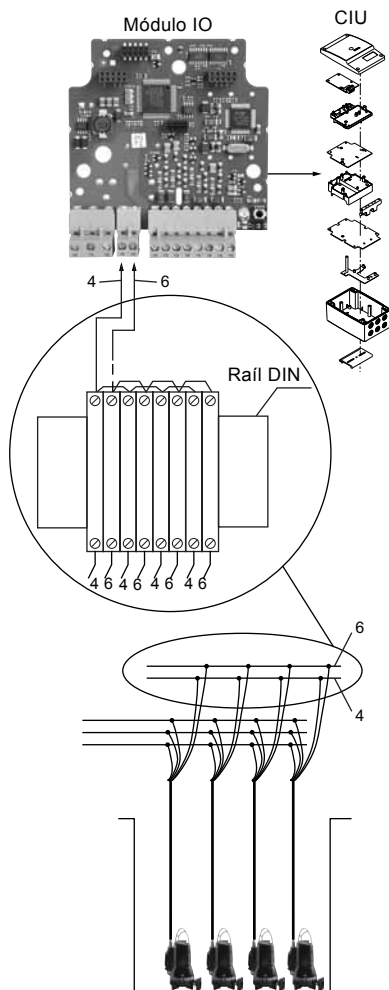

Fig. 7 Conexión del cable de suministro eléctrico
Los terminales 1 y 2 se utilizan para establecer la comunicación con cada bomba. Si está instalada en el sistema más de una bomba, los cables de conexión deben conectarse como se muestra en la fig. 7.
Debe realizarse una conexión paralela en la parte superior del bloque de terminales. Después conectar el cable de comunicación 4 al terminal (pos. 1) y el cable 6 al terminal (pos. 2). Ver fig. 7.